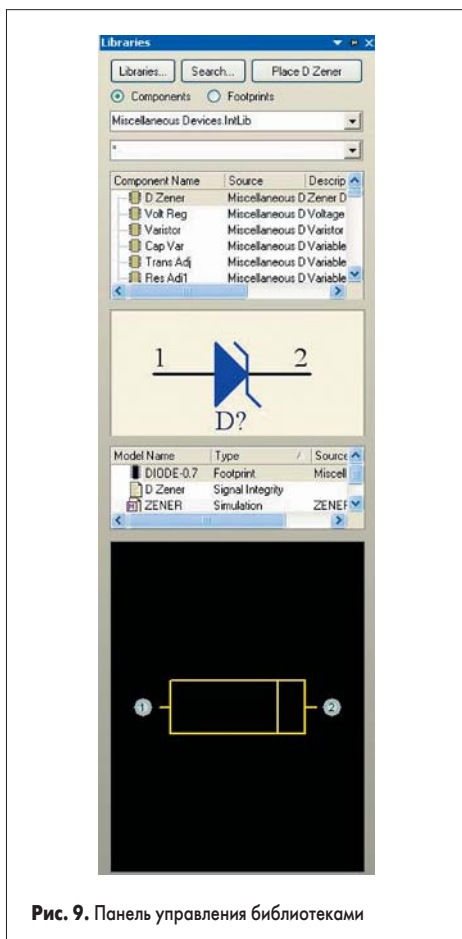

Рис. 9. Панель управления библиотеками
8. Закроем окно поиска нажав на кнопку Close. Подключенная библиотека отобразится в выпадающем списке в верхней части панели управления библиотеками (рис. 9).